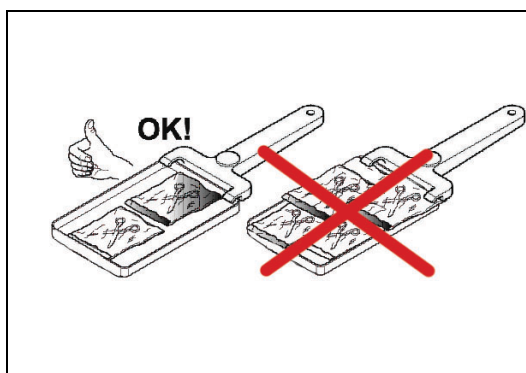

Abb. A3-1
- Zum Sterilisieren von verpackten Instrumenten die Beutel nicht übereinander auf den Tablett-Trägern anordnen (Abb. A3-1).